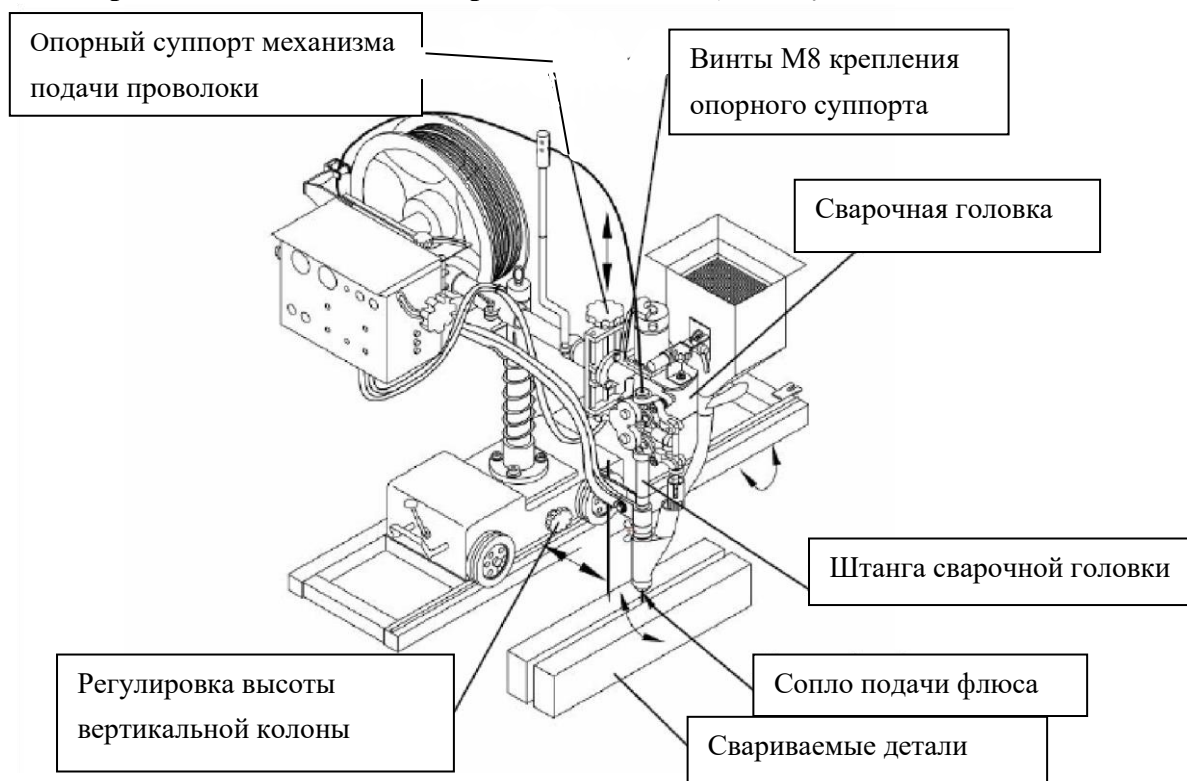

Рисунок 11: Установка первичного положения сварочной головки
3. Установка первичного положения сварочной головки (см. Рисунок 11)